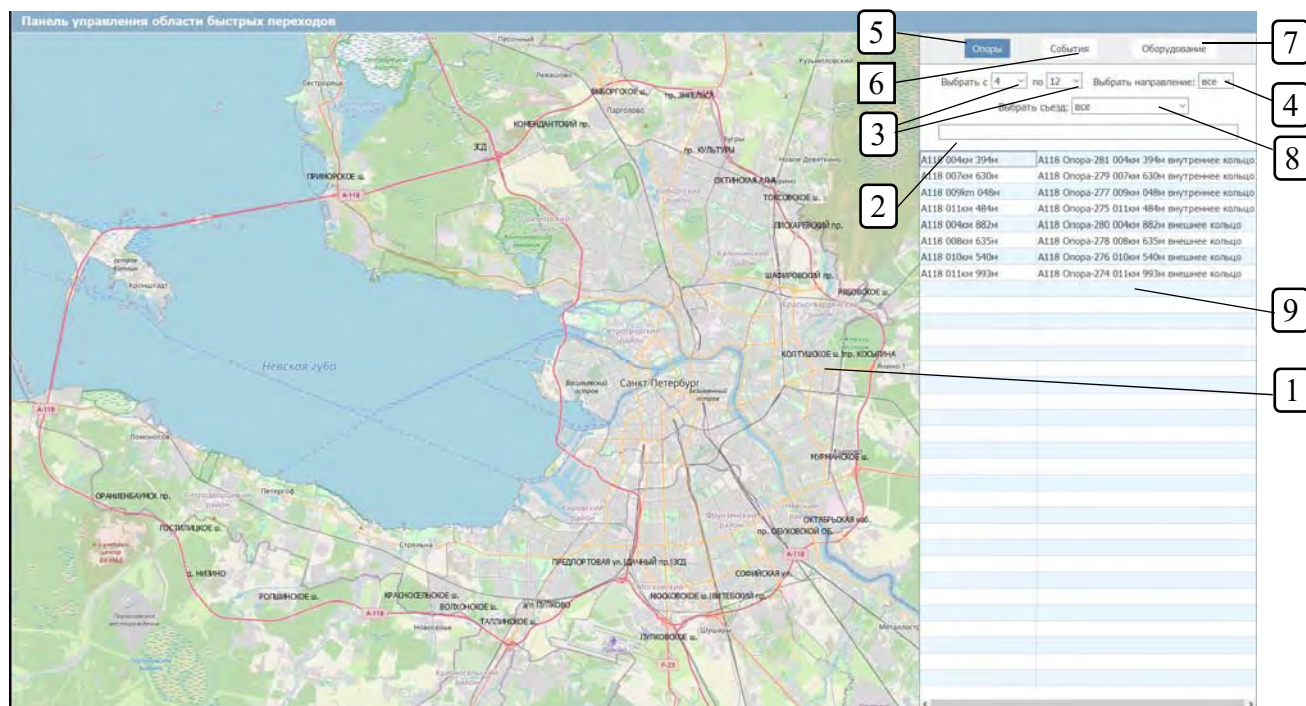

Рисунок 3.3 Панель управления быстрых переходов
2. Панель управления быстрых переходов (рис.3.3);
Панель управления быстрых переходов предназначена для навигации по мнемосхеме, а также позиционирования мнемосхемы на нужном километре навигацией по панели (рис. 3.3).